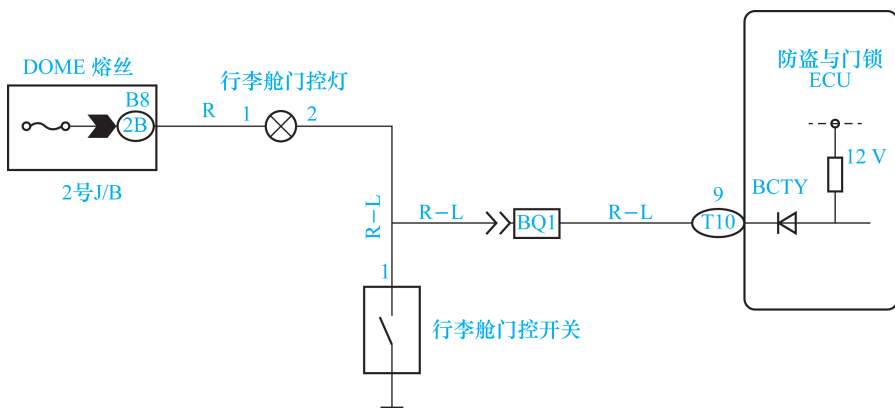

图 1-12 凌志汽车行李舱门控灯开关电路
b. 开关给电控单元提供信号并同时控制用电器的的工作。如图 1-12 所示为凌志汽车行李舱门控灯开关电路,从图中可以看出,电控单元的接线端子 9 与行李舱门控开关及用电器连接,接线端子 9 的内部为信号接收电路。当行李舱门控开关闭合时,接线端子 9 的电压为 0;当行李舱门控开关断开时,接线端子 9 的电压为 12V。该电路为行李舱门控开关向电控单元接线端子 9 提供行李舱门开闭信号,并同时控制行李舱的门控灯工作。